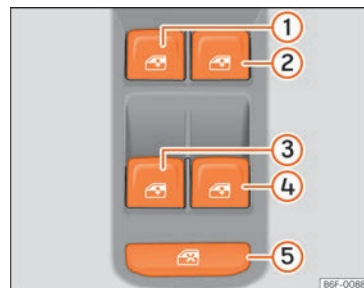

Fig. 140 Dettaglio della porta del conducente: comandi per i finestrini anteriori e posteriori (veicolo con alzacristalli elettrici anteriori e posteriori).
Mediante l'interruttore di sicurezza » » » **fig. 140**  nella porta del conducente si possono disattivare gli alzacristalli delle porte posteriori.
I tasti »» **fig. 140** ①, ②, ③ e ④ hanno due livelli per l'apertura e due per la chiusura dei finestrini. In questo modo è più facile eseguire le operazioni di apertura e chiusura.